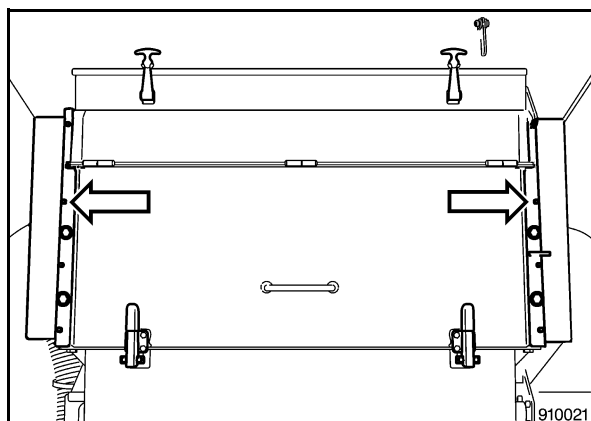

Bild 39
- Deckel (Bild 39) auf beiden Seiten abbauen.